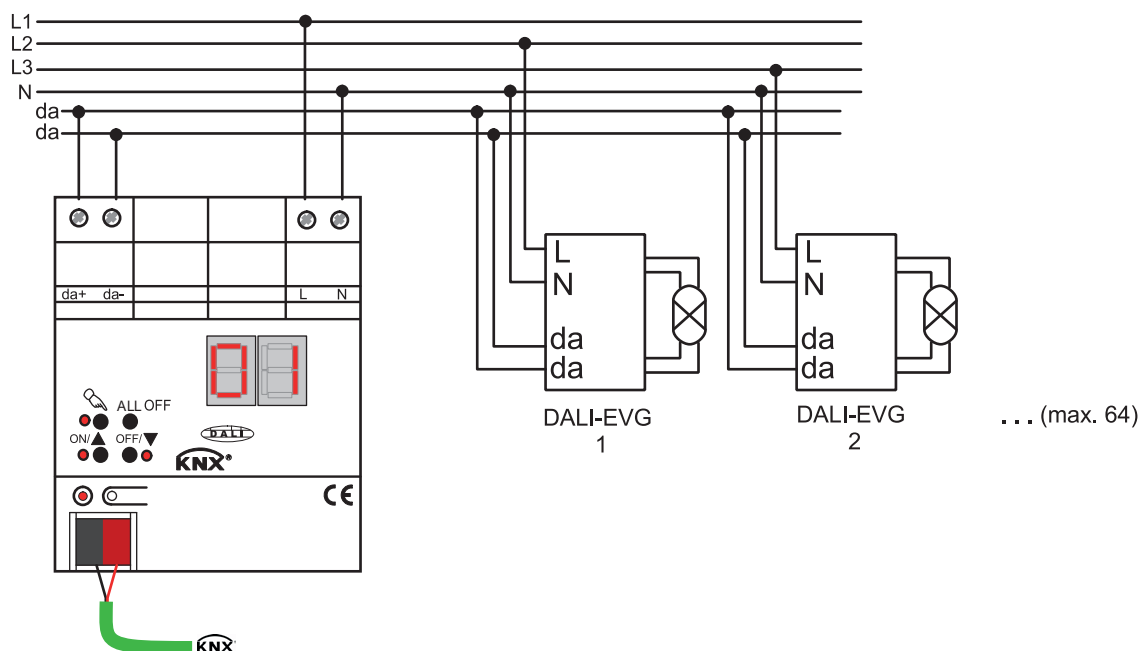

Figure 2: Raccordement électrique de l'alimentation en tension secteur et de l'interface DALI
- Le raccordement de l'alimentation en tension secteur et du système DALI doit être réalisé comme illustré dans l'exemple de raccordement (figure 2).